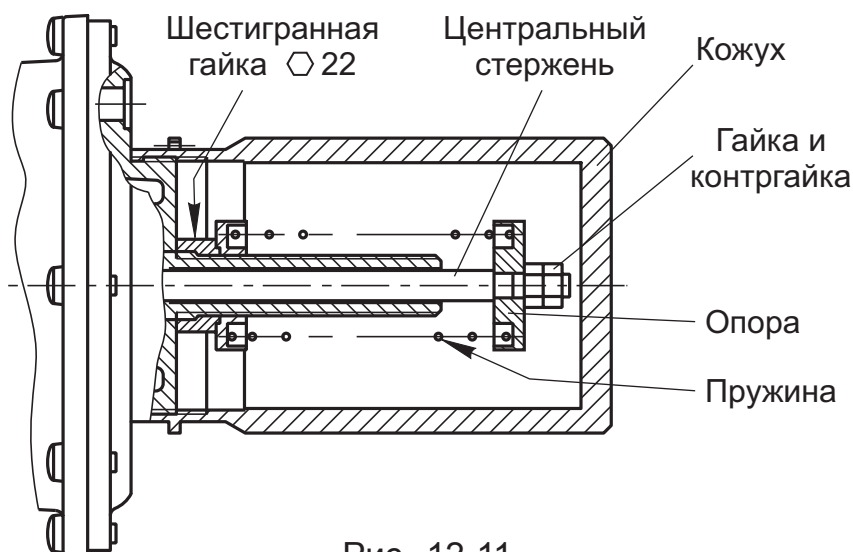

Рис. 12-11
### Настройка срабатывания клапана (рис. 12-11).
**Замена пружины (рис. 12-11)** должна производиться в следующем порядке: